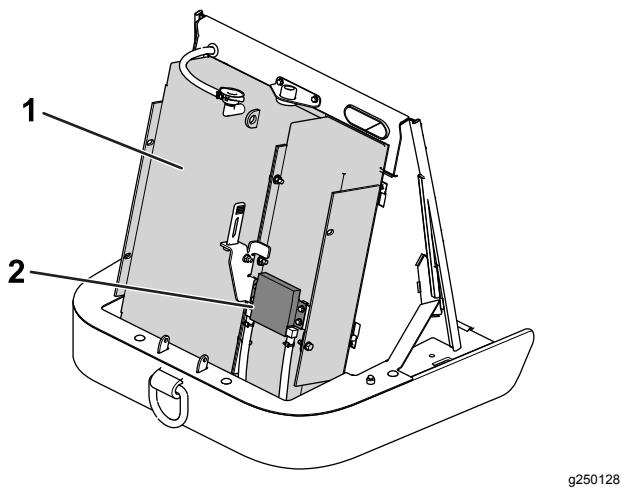

Figura 110
3. Limpe a área do radiador/refrigerador de combustível cuidadosamente com ar comprimido (Figura 110).